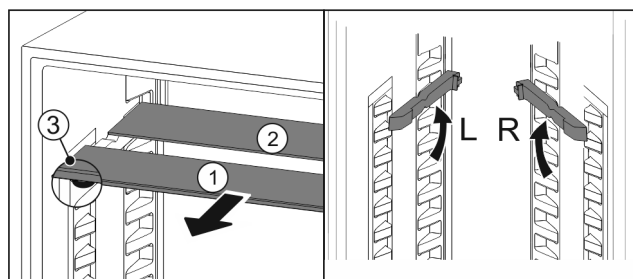

Fig. 112
- Wyciągnąć Fig. 112 (1) pojedynczo półki szklane do przodu.
- Płyta szklana Fig. 112 (1) z listwą ozdobną znajduje się z przodu.
- Stopery Fig. 112 (3) wskazują w dół.